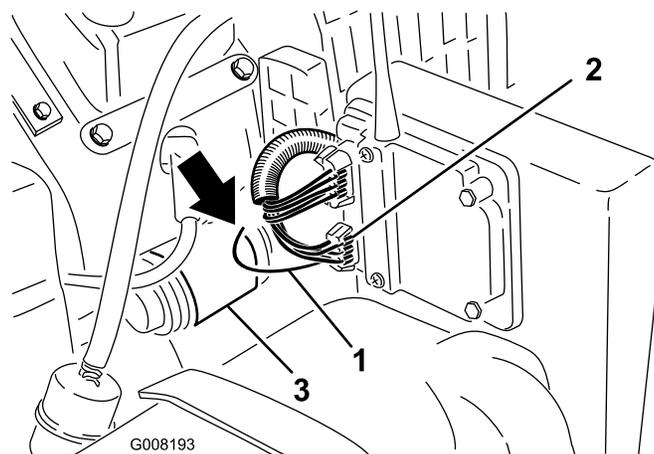

Figura 22
1. Localice el cable amarillo con raya negra que está introducido en el tubo que sale del conector de 6 pines del receptor (Figura 22). Saque el cable del tubo.